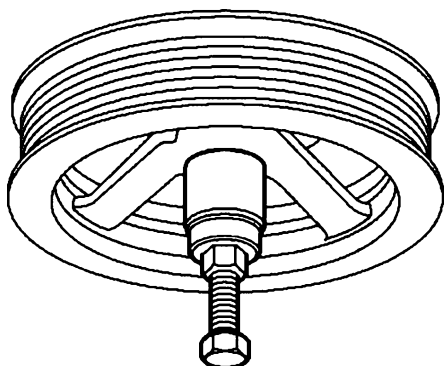

图 16-28 安装曲轴带轮
- 11) 如图 16-28 所示, 使用专用工具, 安装曲轴带轮。